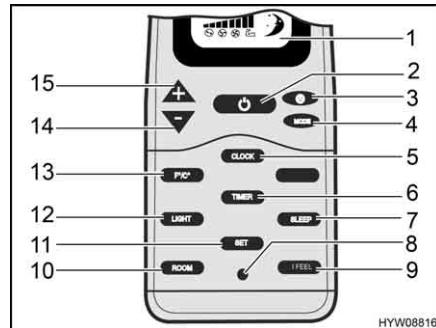
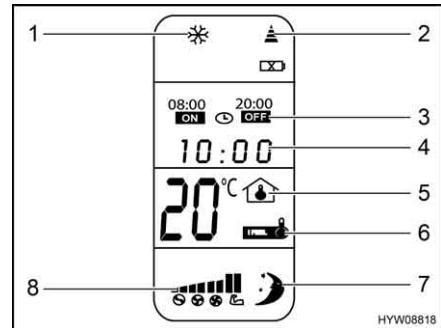

Fig. 49 Telecomando
Fig. 50 Display digitale
- Se l'impianto di climatizzazione è in modalità standby: Premere il tasto On/Off (Fig. 49,2) sul telecomando.
- Premere il tasto On/Off (Fig. 49,2) sul telecomando. L'impianto di climatizzazione passa in modalità standby.
Invio cumulativo di impostazioni:	<ul style="list-style-type: none"> ■ Distogliere il trasmettitore a infrarossi del telecomando dall'unità a soffitto. ■ Inserire le impostazioni desiderate. ■ Puntare il trasmettitore a infrarossi del telecomando verso il ricevitore a infrarossi (Fig. 51,4) sull'unità a soffitto. ■ Premere il tasto invio (Fig. 49,11) sull'unità a soffitto. Le impostazioni vengono trasmesse tutte insieme all'impianto di climatizzazione e la ricezione è confermata dall'emissione di un segnale acustico.
Impostazione dell'ora:	<ul style="list-style-type: none"> ■ Premere il tasto ora (Fig. 49,5) finché l'indicazione dell'ora (Fig. 50,4) lampeggi. ■ Impostare l'ora attuale con i tasti "+" (Fig. 49,15) e "-" (Fig. 49,14). ■ Premere il tasto invio. L'ora è memorizzata.